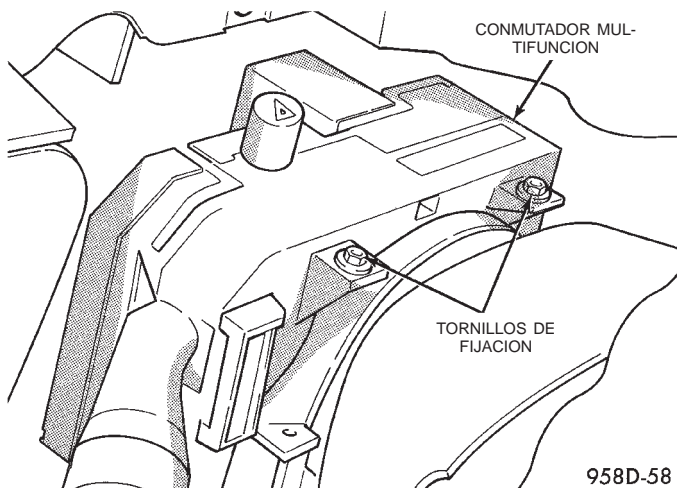

Fig. 58 Desmontaje/instalación del conmutador multifunción
(10) Incline el volante totalmente hacia abajo y retire la cubierta superior de la columna de dirección.
(11) Retire los tornillos que fijan el conmutador multifunción a la caja de cierre (Fig. 58).